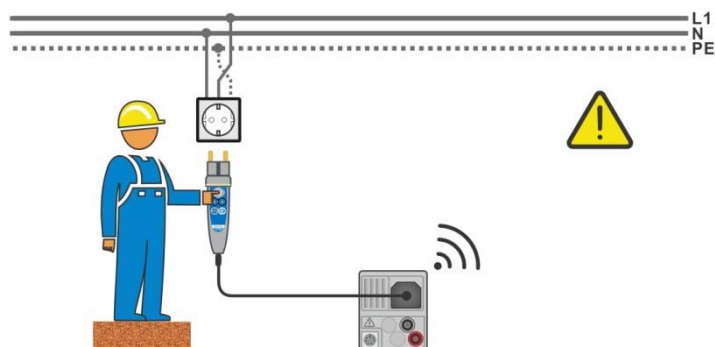
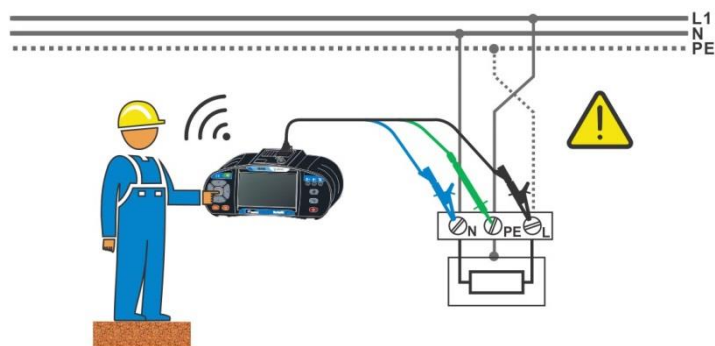

Figura 1.1: Conductores L y PE invertidos (commander)
Figura 1.2: Conductores L y PE invertidos (uso de la punta de prueba con tres hilos)
- Conecte las puntas de prueba al objeto a prueba, vea la **Figura 1.1** y **Figura 1.2**.